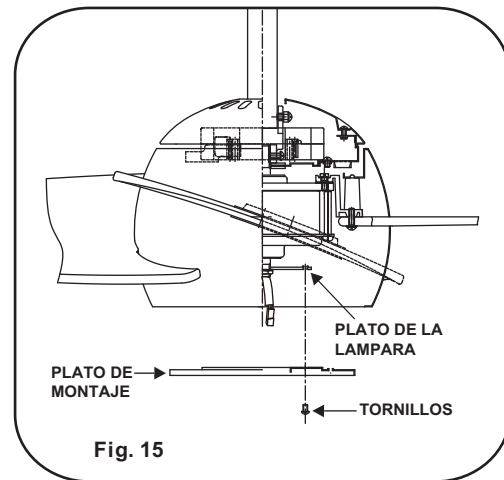

Fig. 15
Paso 2. Coloque los agujeros del plato de montaje sobre los 2 tornillos previamente aflojados del anillo de montaje, gire el plato de montaje hasta que quede fijo en su lugar en la parte angosta de los agujeros. Asegúrela apretando los 2 tornillos aflojados y también el que quitó previamete. (Fig. 15)